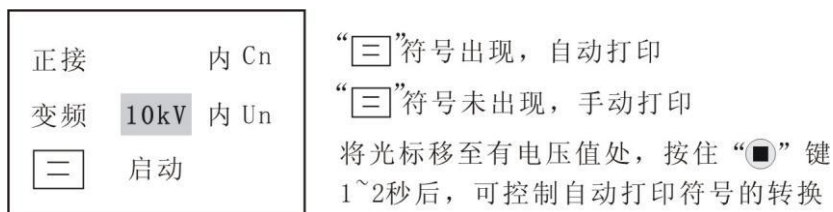

图 20 开机中文菜单
2、打开电源开关，计算机进行自检，液晶屏显示中文主菜单如图 20 所示。